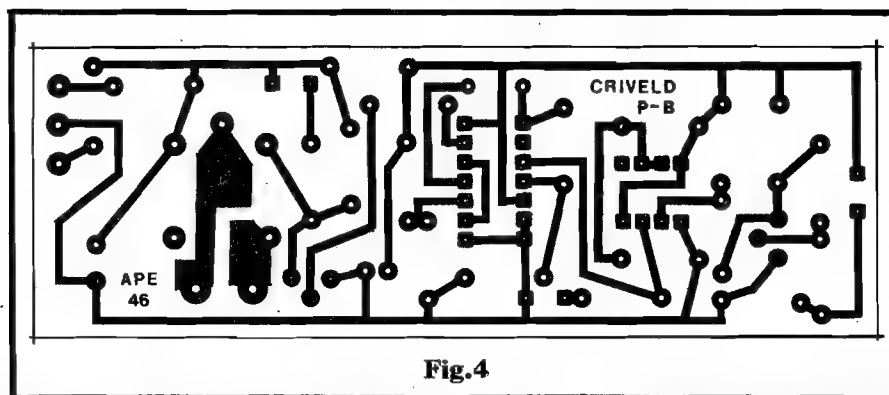

Fig.4
- FIG. 4 - LAY OUT DO CIRCUITO IMPRESSO (RECEPTOR/MÓDULO DE POTÊNCIA) - A plaquinha do receptor do CRIVELD é, naturalmente, um pouco maior, já que conterá mais peças e componentes (basta analisar os respectivos "esquemas", nas figs. 1 e 2, para notar tal necessidade...). Entretanto, também ela é simples (a figura está em